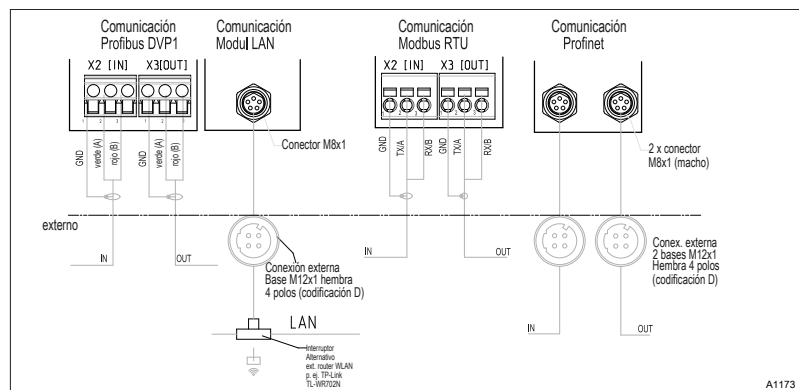

Fig. 1: Esquema de bornes del módulo de comunicación DAC (módulo B, opcional)
1. ➤ Conecte el módulo PROFINET® al módulo de comunicación DAC, Fig. 1.